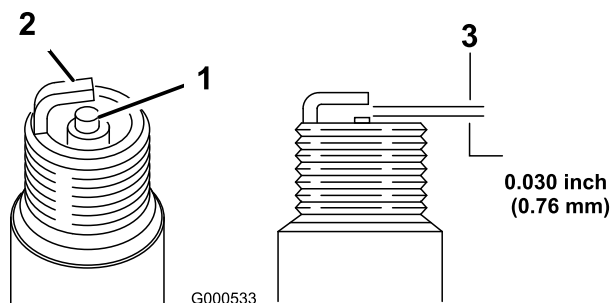

Figura 35
1. Controllate il centro della candela (Figura 35). Se l'isolatore è marrone chiaro o grigio, il motore funziona correttamente. Una patina nera
2. Controllate la distanza tra gli elettrodi centrale e laterale (Figura 35). Se la distanza non è esatta, piegate l'elettrodo laterale (Figura 35).